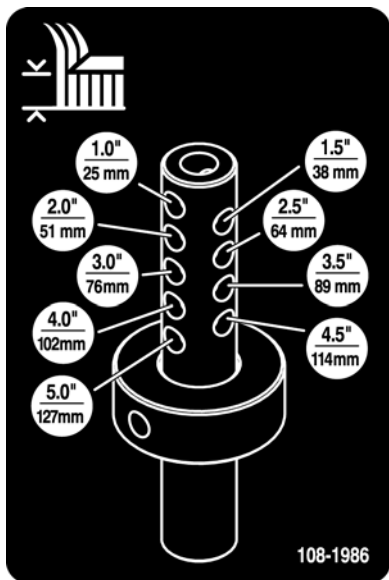

Figure 13
- Alignez la bague de hauteur de coupe avec les trous corrects de la tige de réglage de hauteur de coupe (Fig. 13).